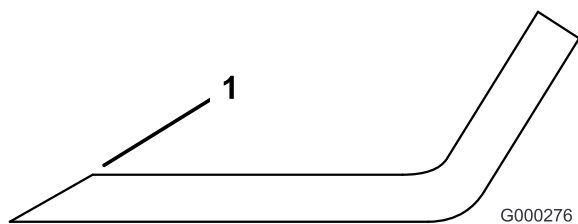

Figure 32
3. Examinez les tranchants de toutes les lames et aiguisiez-les s'ils sont émoussés ou ébréchés. N'aiguissez que le haut du tranchant et conservez l'angle de coupe d'origine pour obtenir une coupe nette (Figure 32). Limez la même quantité de métal sur chacun des deux tranchants pour ne pas déséquilibrer la lame.